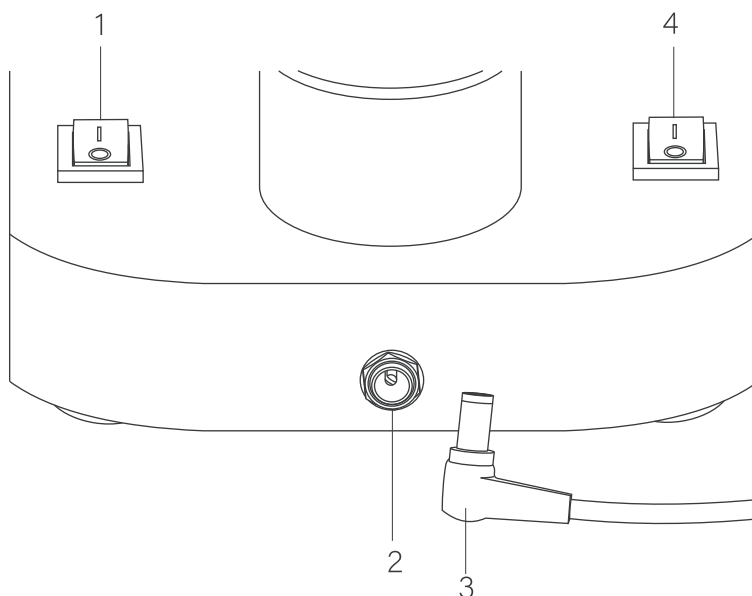

Рис. 6. Основание микроскопа. Вид сзади.
- Подключите кабель сетевого адаптера 3 (рис. 6) к разъему на задней панели микроскопа 2 (рис. 6) и подсоедините адаптер к розетке сети переменного тока 100-240В с частотой 50-60Гц.
- Включите необходимый осветитель с помощью клавиши 1 или 4 (рис. 6) на задней панели основания. В положении «-» осветитель микроскопа включен, в положении «0» - выключен.